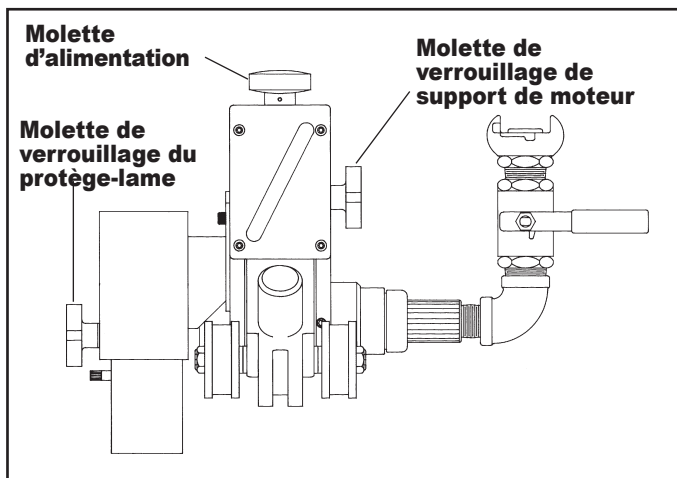

FIG. 4
1. Desserrez la molette de verrouillage de support du moteur. (Fig. 4)
2. Tirez le support de moteur le plus possible vers le haut en faisant tourner la molette d'alimentation dans le sens contraire des aiguilles d'une montre. (Fig. 4)
2. Tournez la molette d'alimentation de l'outil de coupe dans le sens des aiguilles d'une montre. (Fig.4) Abaissez le moteur et l'outil de coupe vers le tuyau sans toutefois toucher celui-ci. La molette de verrouillage du support de moteur doit être serrée, mais le support doit pouvoir toujours glisser..
- 2.* Vérifiez l'épaisseur de la paroi du tuyau à couper puis faites tourner la molette d'alimentation (fig. 4) jusqu'à ce que l'indicateur pointe sur la profondeur souhaitée pour l'outil de coupe. Prévoyez au moins ¼ po de lame au-delà de la profondeur de coupe.
*L'unique exception implique l'utilisation du coupe-tuyau en biseau avec de tuyaux en plastique où l'outil de coupe doit être engagé jusqu'à ce que le coupe-tuyau en biseau commence à couper. À ce point, l'indicateur de la jauge de profondeur peut être utilisé pour déterminer la quantité de biseaux. L'engagement complet donne un biseau de 15/16 po. (Fig. 4)
3. Serrez la molette de verrouille de support du moteur. (Fig. 4)
4. Serrez la molette de verrouillage du protège-lame à environ 1/8 po du tuyau. (Fig. 4)